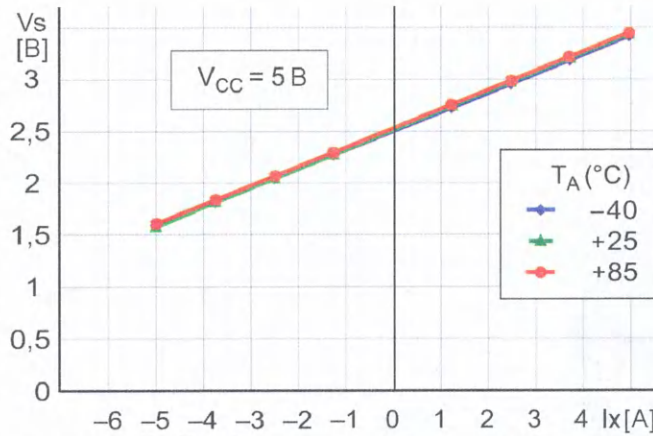

Рис. 1
3. Ответ — 1. Назначение скетча — провести калибровку датчика A1 при нулевом измеряемом токе. В строках 7—10 напряжение V_s измеряется 500 раз через канал АЦП. Далее результат усредняется для фильтрации шумов и сравнивается с центром характеристики (строка 12). Центром служат не вольты, как на рис. 1, а безразмерное число 512, равное половине отсчётов десятиразрядного АЦП. Это число всегда будет эквивалентно половине напряжения питания V_{CC} , ведь цепи **V** модуля и **5V** Arduino соединены вместе.